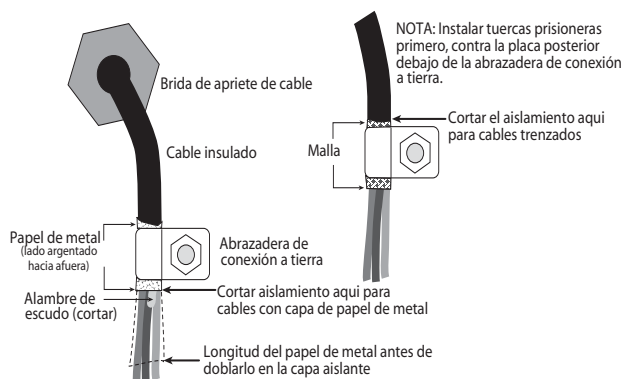

Figura 2-1. Abrazadera de conexión a tierra para cables con capa de papel de metal o malla de alambre
- Para cables con capa de papel de metal, pelar el aislamiento y la capa desde el cable por 15mm (una media pulgada) más allá de la abrazadera de conexión a tierra (Ver la Figura 2-1). Doblen la capa hacia atrás hasta el punto donde el cable pasa por la abrazadera. Aseguren que el lado argentado (conductivo) de la capa está doblada hacia afuera para mantener contacto con la abrazadera de conexión a tierra.
- Para cables con capa de malla de alambres, pelar el aislamiento y la capa de malla de alambres desde un punto poco más allá de la abrazadera de conexión a tierra. Pelar otros 15 mm (una media pulgada) *únicamente del aislamiento* para exponer la malla donde el cable pasa por la abrazadera (ver Figura 2.1).
- Encaminar los cables pelados por las bridas de apriete de cables y las abrazaderas. Asegurar que las capas estén en contacto con las abrazaderas tal como se muestra en la Figura 2-1. Apretar las tuercas de las abrazaderas de conexión a tierra.